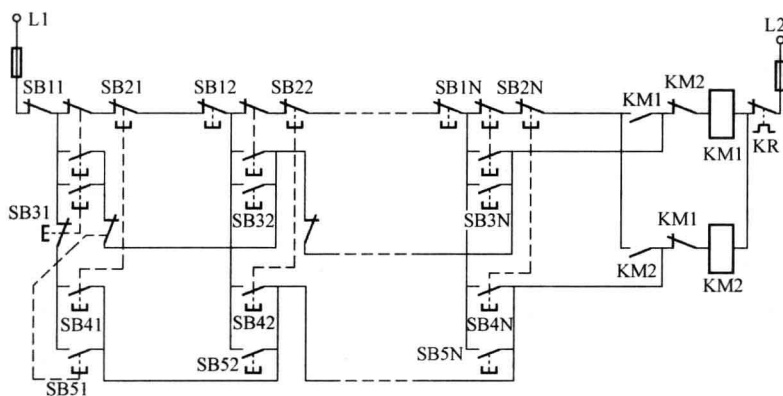

图 1-12 半集中式原理图（按钮采用集中式表示）
(2) 半集中式原理图。图中只集中表示部分元件的称为半集中式原理图。如图 1-12 所示的多地正反转点动、启动、停止电动机控制回路图，其中，主要部分采用了展开式原理图，各个按钮的动合触点和动断触点用虚线连接表示属于一个元件则属于集中式画法，所以图 1-12 是半集中式原理图。